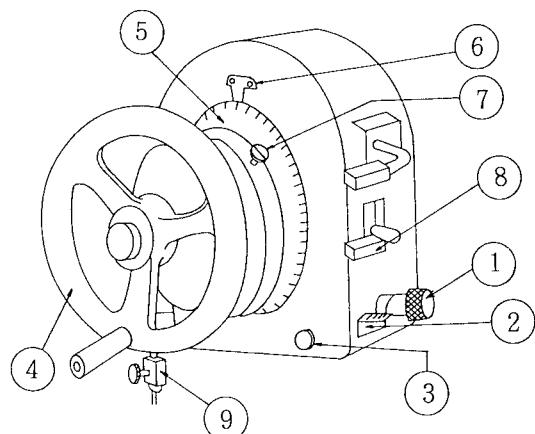

図1-7
(3) 砥石頭上下送り (図1-7)
- ① 自動切込み量調節ねじ
- ② 自動切込み量指示目盛板
- ③ クランプねじ
- ④ 上下送りハンドル
- ⑤ 上下送りダイヤル
- ⑥ テーブルスタートスイッチを〔左行〕にする。
- ⑦ テーブル速度調節レバーを徐々に時計方向に回す。
- ⑧ テーブル速度調節レバーを下向きに戻し、テーブルを停止させる。
- ⑨ サドル前後送りハンドルを手前にひく。
- ⑩ サドル前後送り切換レバーを左側〔連続〕に回す。サドルが前進、後退することを確認する。速度はレバーの位置で調節する。
- ⑪ サドル前後送り切換レバーを〔中立〕に戻す。
- ⑫ 自動切込量調整ねじを回して、指示目盛板の 0.01 mm の自動切込量の位置に調整ねじの目盛線を合せ、クランプねじでクランプする。
- ・図1-7 参照
- ⑬ トラバース／プランジ切換スイッチが左側の〔トラバース〕位置にあることを確認する。
- ⑭ 切込み切換スイッチを〔自動〕にする。
- ⑮ サドル前後送り切換レバーを右側の〔ステップ送り〕へ回す。
- ⑯ 前後反転ごとに自動切込みが行なわれ、定寸に達し研削が終ると、サドルはストロークの終端、（前または後）で停止し、テーブルは設定ストロークの右端で停止する。
- ⑰ 全停止押ボタンを押す。
- ⑱ テーブル速度調節レバーを下向き（停止）に戻す。
- ⑲ サドル前後送り切換レバーを〔中立〕（停止）の位置に戻す。
- ⑳ テーブル左右送りハンドルにより、テーブルを左右ストロークの中央位置に戻す。